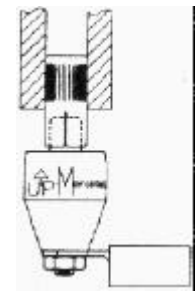

Fig.4 Montaje 110
3. Los conectores son reversibles (excepto el modelo 110), así no necesitan ser instalados boca abajo <fig 4>
6. Los terminales deben ser engastados correctamente. Un engastado incorrecto puede provocar fallos de conexión. Los terminales de ángulo recto se pueden configurar en los modelos 830 y 630 <Fig. 4>
<Fig 4> Configuración del cable para terminales de ángulo recto